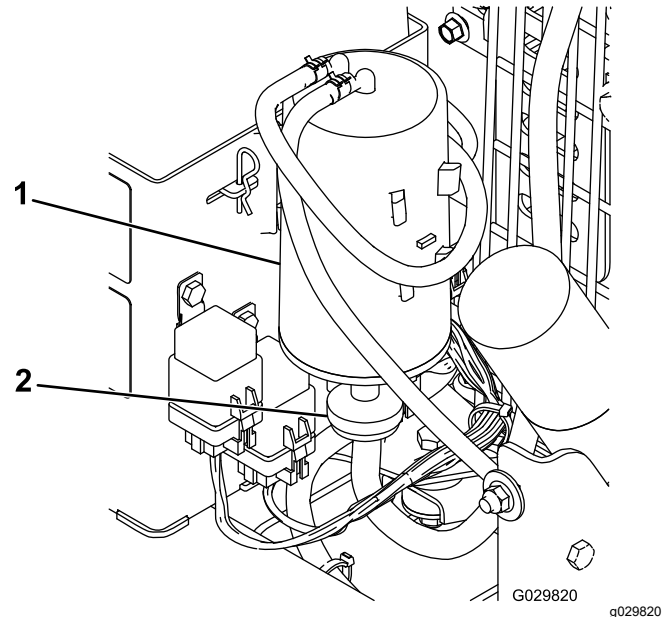

Figura 14
2. Retire y deseche el filtro de aire del cartucho de carbón (Figura 14).